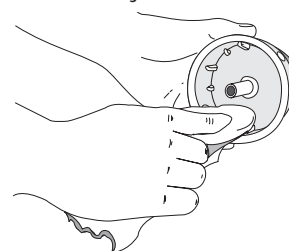

Fig. 28
4. Use un paño limpio para limpiar el carrete interior, el resorte, el eje y la bobina exterior (Fig. 28).